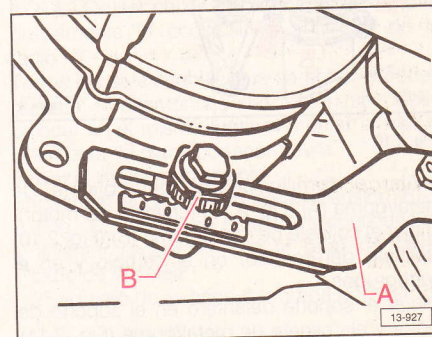

Fig. 2.18
Aflojar al menos una vuelta todos los tornillos de fijación del estribo de tensado (A) (Fig. 2.18) y el generador.
Tensar la correa trapezoidal girando la tuerca de tensado (B) (Fig. 2.18) con una llave dinamométrica.